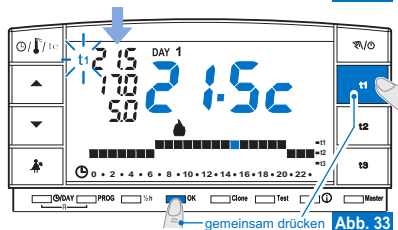

Abb. 33
- Drücken Sie dann innerhalb von 8 Sekunden gleichzeitig die entsprechende Taste (**t1** oder **t2**) und die **OK**-Taste; bei Bestätigung der erfolgten Entsperrung hören die Ziffern der Temperatur neben dem Kurzzeichen (**t1** oder **t2**) auf zu blinken (Beispiel in Abb. 33).